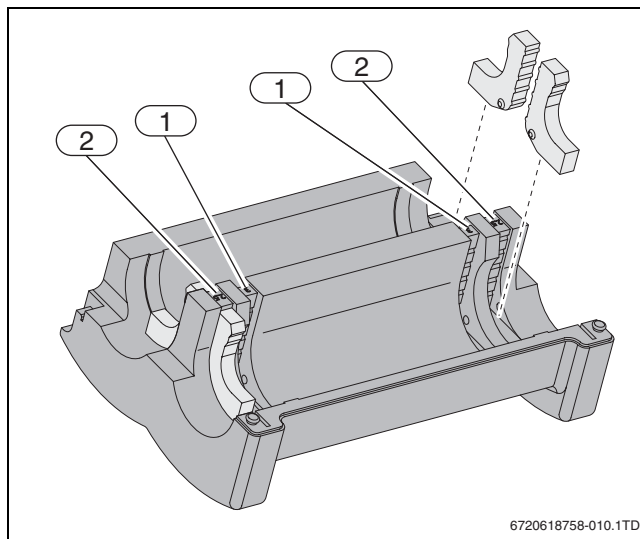

Fig. 9 Binnenzijde schaaldeel
- ▶ Plaats bij de 2½" en 3"-verdeler de verkleiners in de buitenste isolatieschaal. Plaats bij een 2½"-verdeler de verkleiners in de buitenste uitsparingen (→ fig. 9, [2]). Plaats bij een 3"-verdeler de verkleiners in de binnenste uitsparingen (→ fig. 9, [1]).